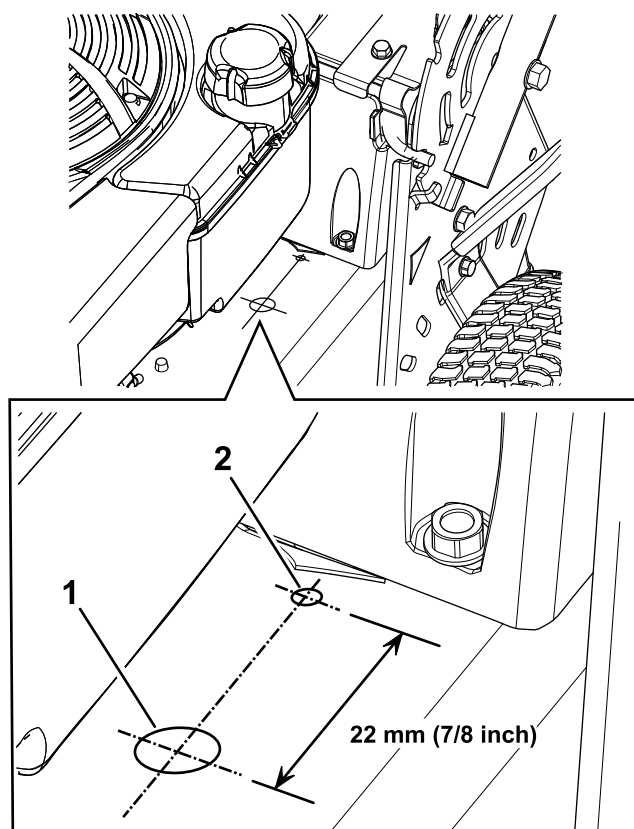

Figure 1
2. Percez et ébavurez un trou de 16 mm (5/8 po) de diamètre dans le carter de la tondeuse, à l'emplacement indiqué à la Figure 1.